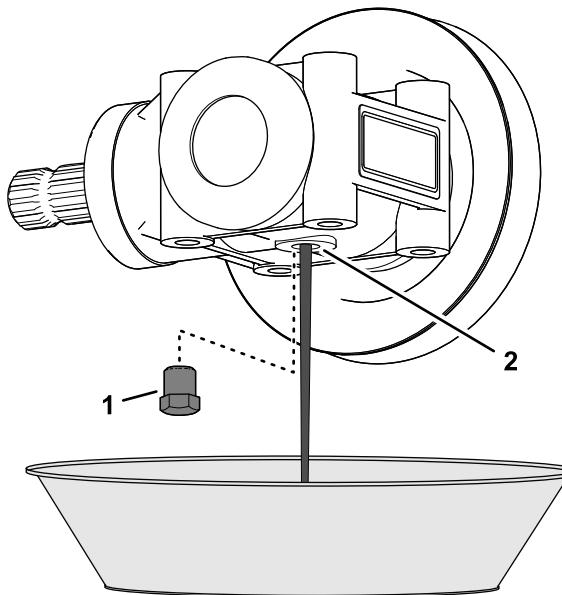

Figura 119
1. Togliete il tappo dell'alloggiamento dal relativo foro nella scatola a ingranaggi del piatto di taglio (Figura 119).
2. Collocate la scatola a ingranaggi sulla bacinella di spurgo e svuotatela completamente dall'olio (Figura 119).